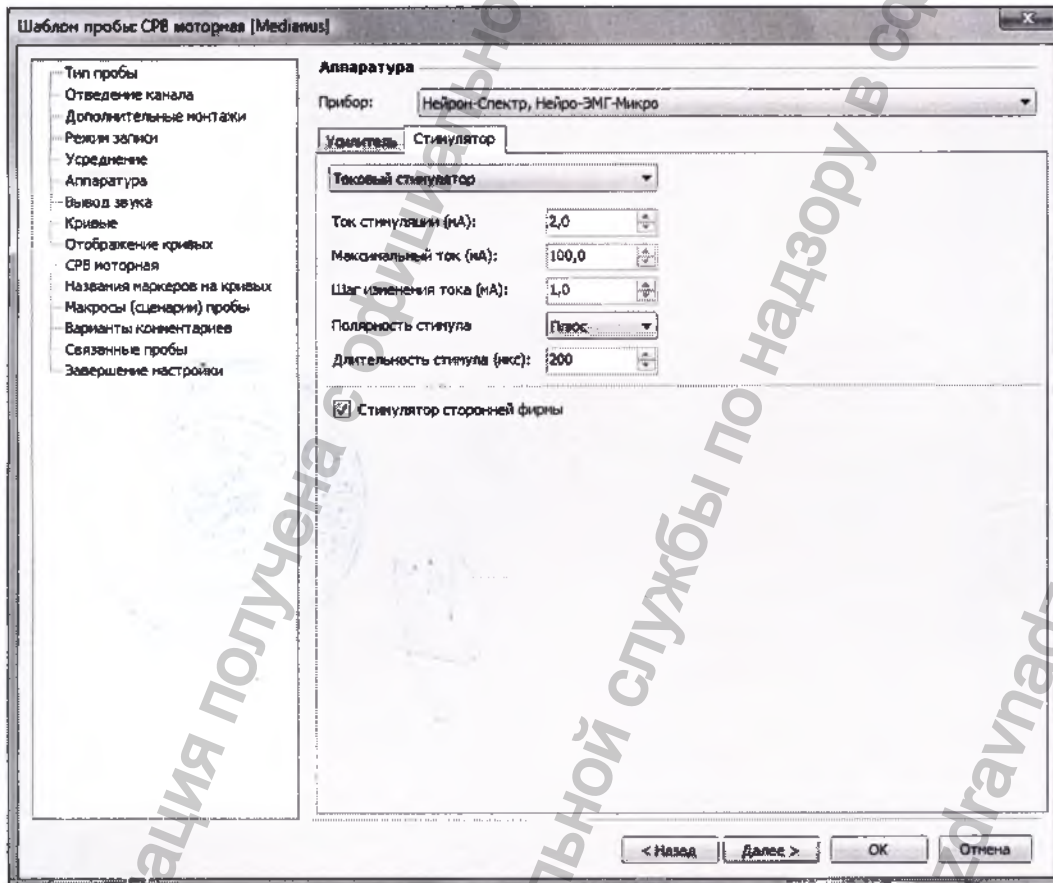

Рис. 17. Окно запуска регистрации от внешнего стимулятора
3. Запустите программу «Нейро-МВП.NET», выполните команду меню **Настройка|Шаблоны проб|Настройка**, выберите необходимый шаблон пробы, нажмите кнопку «Изменить» и на странице «Аппаратура|Стимулятор» установите флажок «Стимулятор сторонней фирмы» (рис. 17). Этот шаг достаточно выполнить один раз для каждого шаблона, где планируется использовать внешний стимулятор. Если вы не желаете менять шаблон, то следует создать пробу и сделать аналогичные настройки в ней.